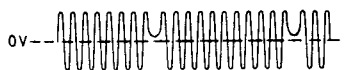

Fig. 16
- R3016 ("balance") so einstellen, dass das Signal symmetrisch ringsum das Nullniveau liegt (siehe Bild 16)